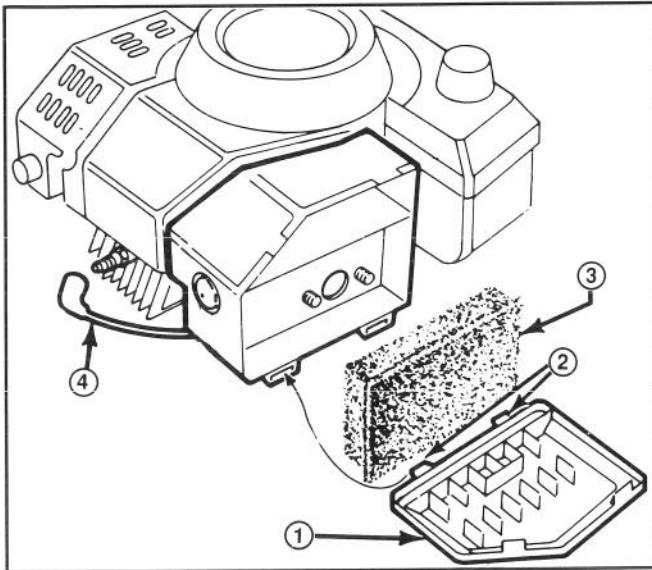

Abbildung 15
1. Den Motor abstellen und das Kabel von der Zündkerze abziehen (Abb. 15).
2. Die Verriegelungszungen anheben und den Luftfilterdeckel nach unten drehen (Abb. 15). Den Deckel sorgfältig reinigen.
3. Ist die Oberseite des Schaumstoffeinsatzes verschmutzt, muß er herausgenommen und gut gereinigt werden (Abb. 15).
1. Den Motor abstellen und auskühlen lassen. Das Kabel von der Zündkerze abziehen (Abb. 15).
- Den Motor abstellen und das Kabel von der Zündkerze abziehen (Abb. 15).